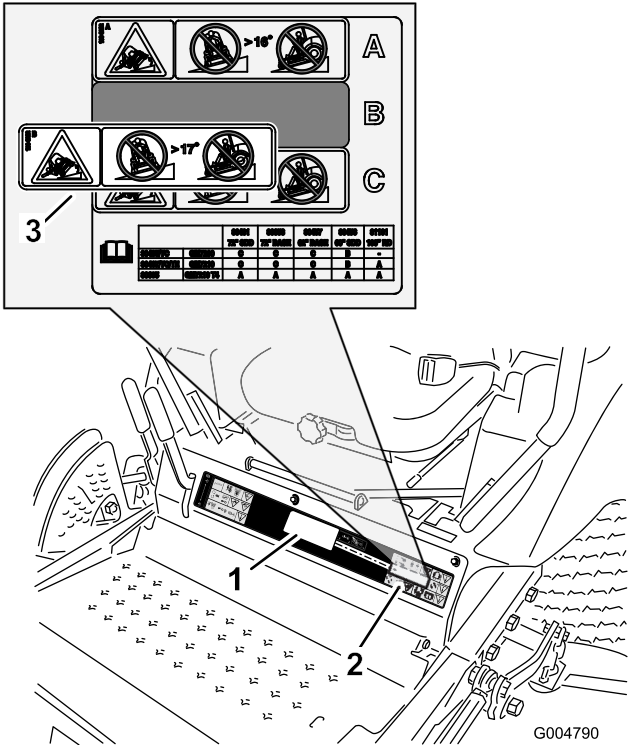

Figura 11
2. Limpie a fondo la parte de la pegatina existente donde se va a instalar la pegatina de estabilidad (Figura 11).
4. Separe el papel protector de la sección de pegatina, aplíquela sobre la advertencia de peligro de vuelco existente, como se muestra en la Figura 11, y apriete la pegatina con una rasqueta, usando pasadas solapadas desde el centro hacia los bordes.